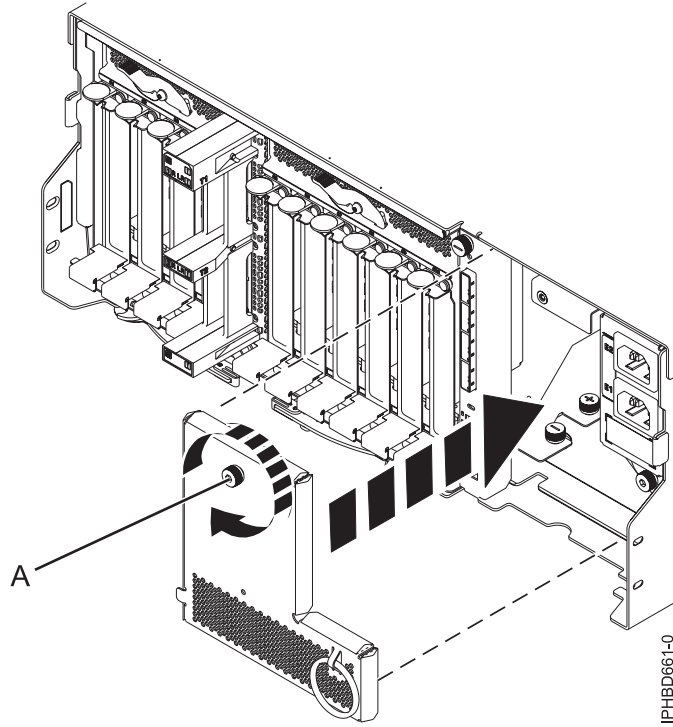

Figure 31. Remise en place du capot du répartiteur de puissance en entrée
6. Remettez en place le capot du répartiteur de puissance en entrée, puis serrez la vis moletée (A) comme illustré à la figure 31, à la page 32.